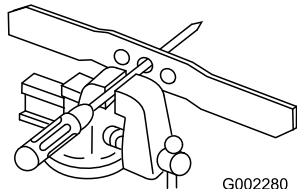

Figura 27
1. Verificai echilibrul lamei prin amplasarea orificiului central al lamei pe un cui sau o urubelniță a cărei coadă este fixată orizontal într-o menghină (Figura 27).